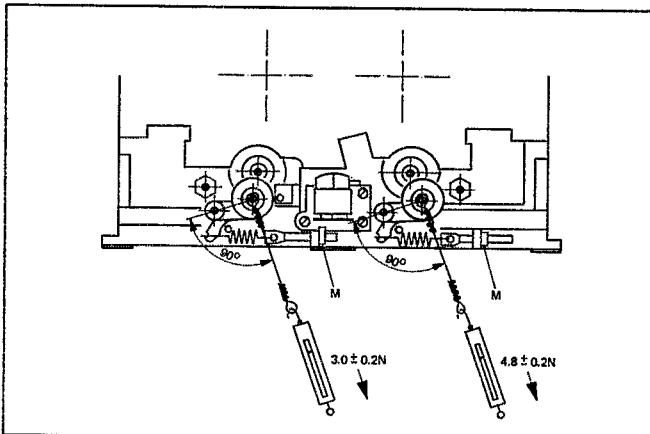

Fig. 3.1
- mit einer Draht- oder Fadenschlaufe eine Federwaage an den Andruckrollenachsen einhängen und daran ziehen, bis sich zwischen Capstanachse und der Andruckrolle ein Luftspalt bildet (Fig. 3.1)
- durch Verstellen der Vierkantmutter [M] (Fig. 3.1) die Andruckkraft auf folgende Werte einstellen: